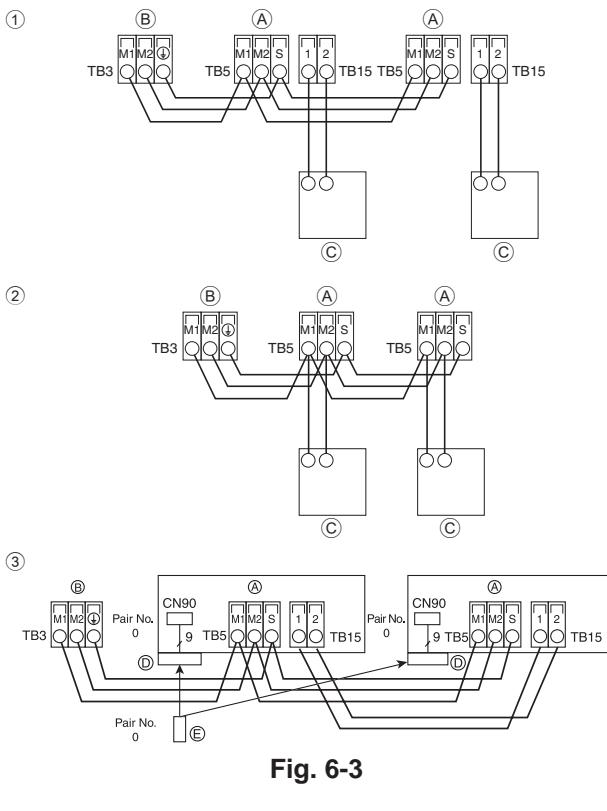
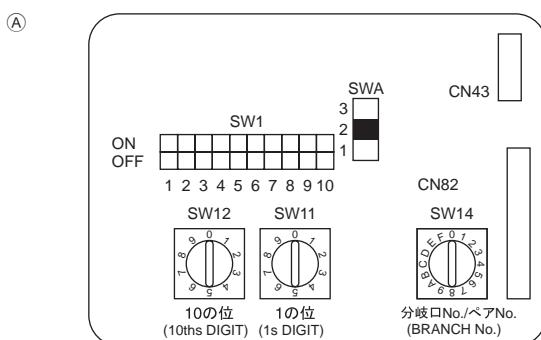

Fig. 6-3
Fig. 6-4
6.4. Collegamento del comando a distanza e dei cavi di trasmissione delle sezioni interne ed esterne (Fig. 6-3)
- ① Comando a distanza MA**
- ② Comando a distanza in rete**
- ③ Telecomando senza fili (se si installa il ricevitore del segnale wireless)**
6.5. Impostazione degli indirizzi (Fig. 6-4)